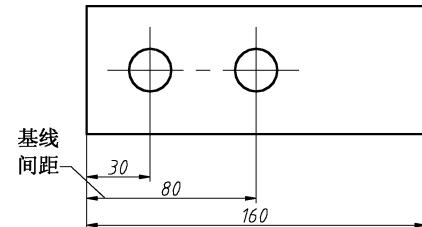

图9-11 “基线间距”设置示例
- “基线间距”文本框：用于设置基线标注时尺寸线之间的距离，如图9-11所示。